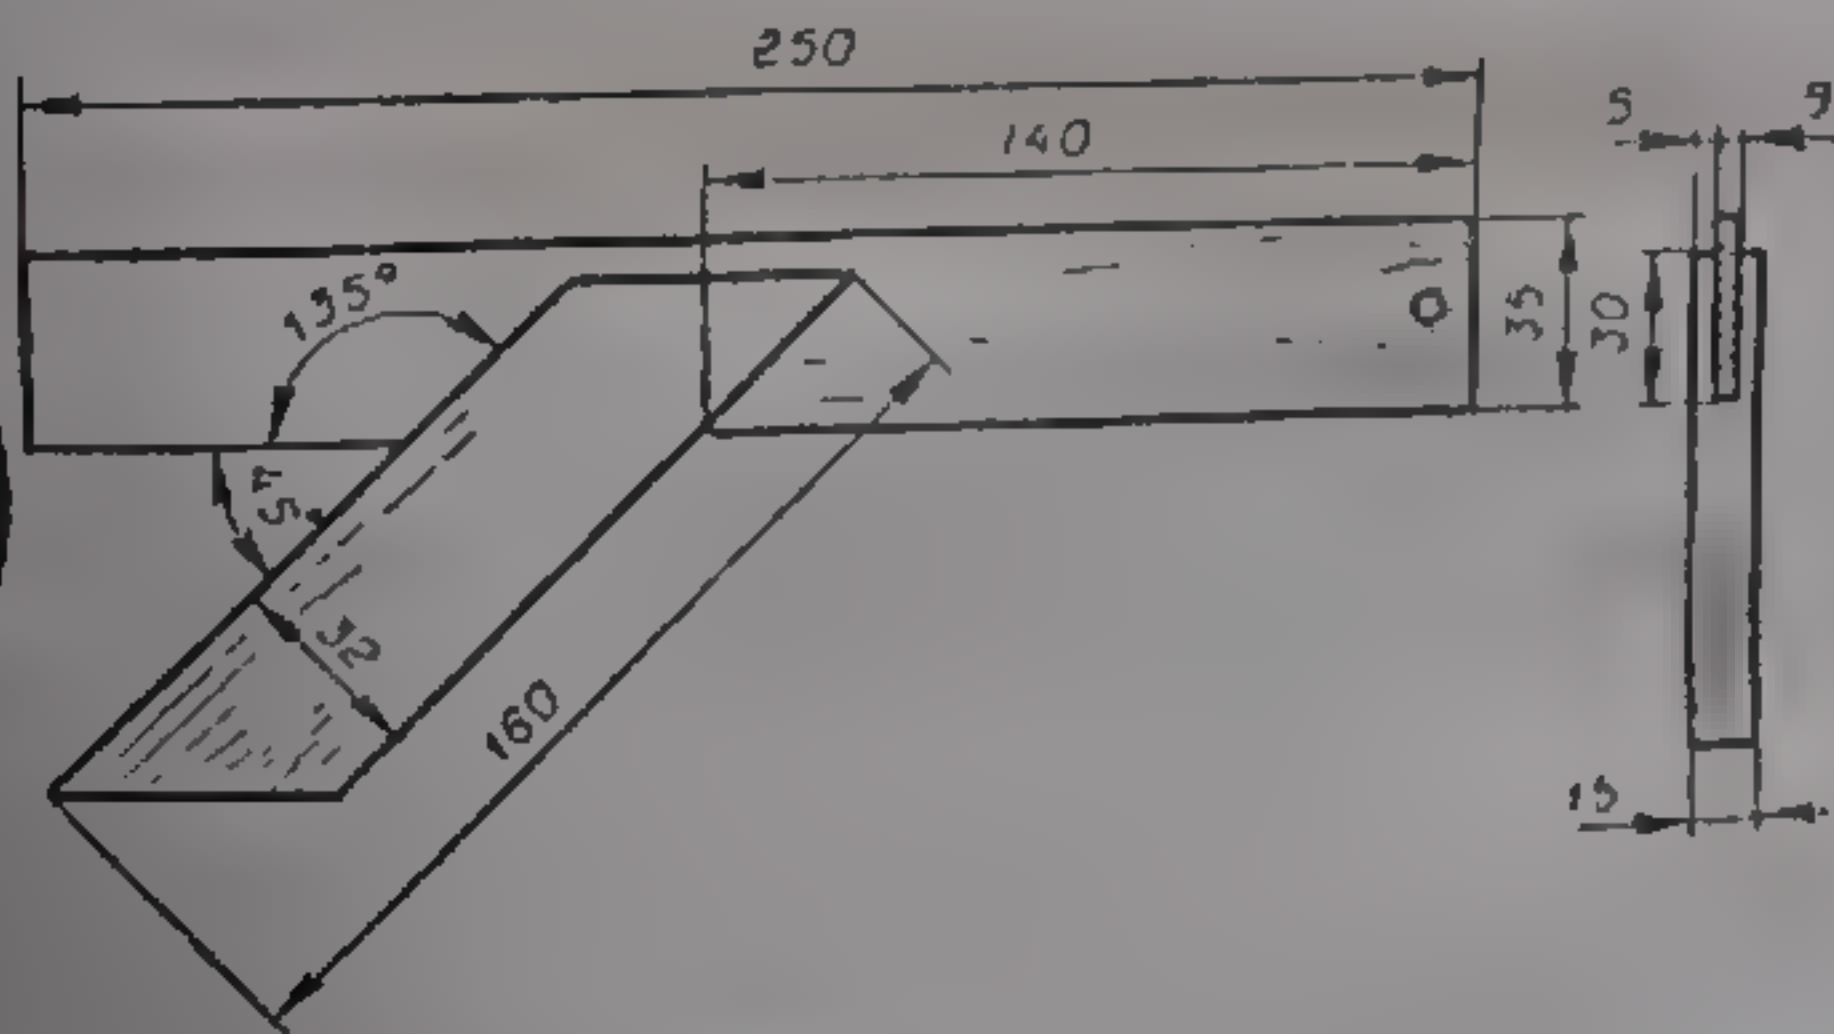

Рис. 88. Ерунок.
3. По чертежу (рис. 88) составьте план работы на изготовление срубка.
во изготовления инструмента на доске с ровными кромками (рис. 88)